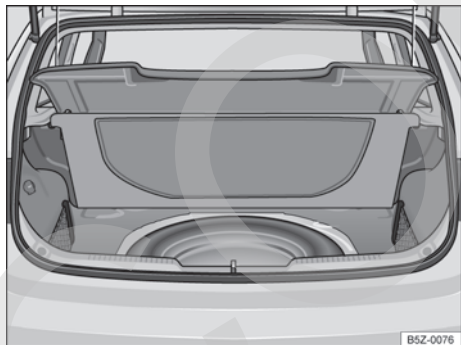

Fig. 157 En el maletero, por debajo de la moqueta: rueda de emergencia y herramientas de a bordo.
Las herramientas de a bordo y la rueda de emergencia están ubicadas en el maletero, debajo de la moqueta ⇒ fig. 157.
- Levantar el revestimiento del maletero ⇒ fig. 157.